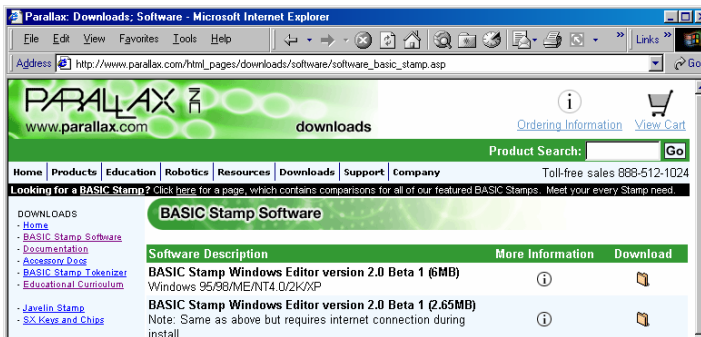

Figura 1-9
- ✓ Clickate l'icona *Download*. Nella Figura 1-9, l'icona download è simile ad una cartella a destra della descrizione: "BASIC Stamp Windows Editor version 2.0 Beta 1 (6MB)".